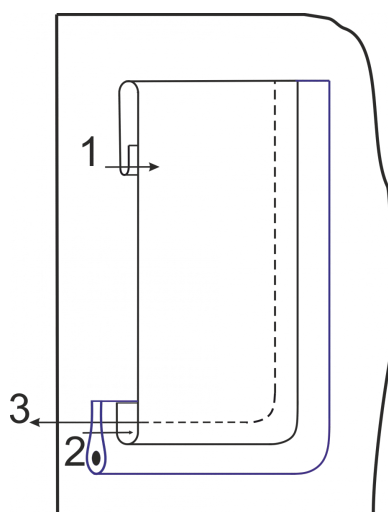

Рис. 2
4. Наметайте, а затем настрочите накладные карман на полочки халата (Рис.2).